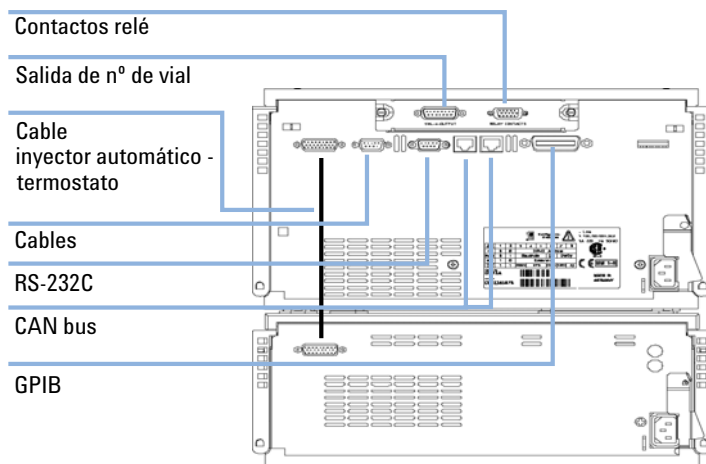

Figura 16 Cable Connections
- 9 Conecte el cable entre el inyector automático y el termostato; consulte Figura 16 en la página 46.